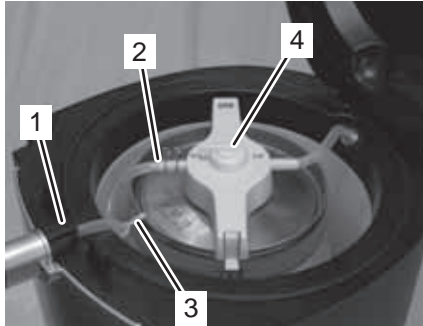

Fig. 20
20. Introduisez le bloc de verrouillage (Fig. 20/1) dans l'auge sur l'appareil.
21. Poussez l'extrémité dégagée du tuyau distributeur sur le raccordement de distribution « Beer Out » (Fig. 20/2).
22. Déplacez les pincés pour tuyaux sur le tuyau distributeur et sur le raccordement de distribution « Beer Out » (Fig. 20/2).
23. Fixez le tuyau distributeur à l'aide du garrot (Fig. 20/3).
24. Réglez le bouton tournant (Fig. 20/4) sur « Open ».